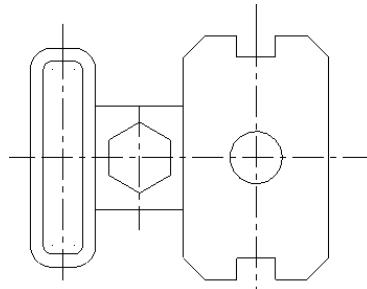

图 4-77 串连补正
- ③ 单击“串连选项”对话框中的“确定”按钮，系统弹出“串连补正”对话框，在对话框中输入补正次数为 1，补正距离为 3，补正方向向内。再单击对话框中的“应用”按钮，即可完成串连补正操作，结果如图 4-77 所示。